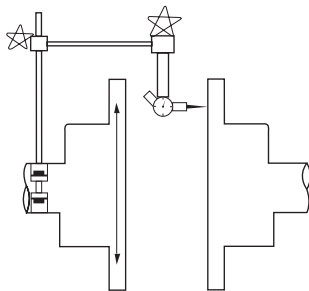

Fig. 1
- 편각을 확인합니다.(Fig.1)
- Angular misalignment(Fig.1)